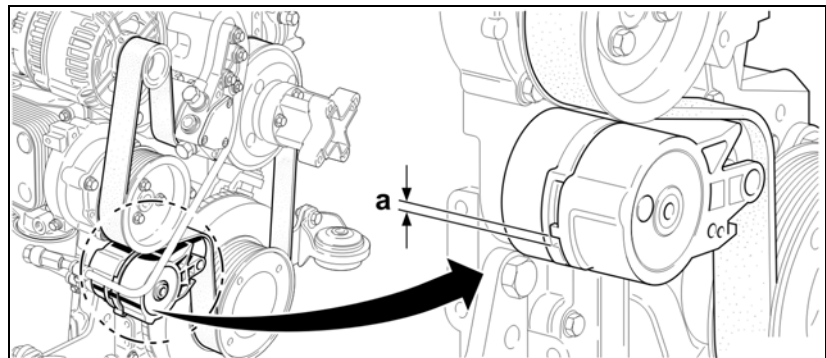

Bild 168
1. Lossa vingmuttern på filterkåpan (Bild 168/1).
2. Ta bort filterkåpan och dra ut filterelementet (Bild 168/2).
6. Byt det inre filterelementet (Bild 168/3) årligen (rengör aldrig).
- o Lossa sexkantsmuttern (Bild 168/4) och ta ut filterelementet.